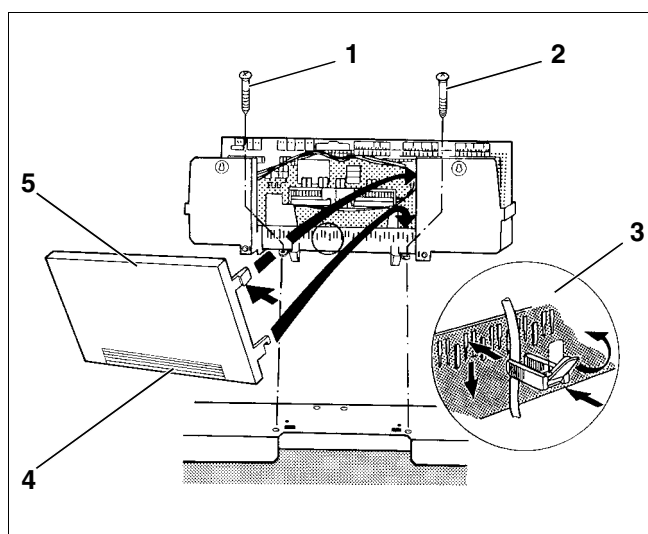

Fig. 24 Montagem do aparelho de regulação Logamatic 4311/4312
- Aparafuse a base do aparelho de regulação, no interior à direita e à esquerda da passagem de cabos, com 2 parafusos de chapa (fig. 24, **item 1 e 2**) à cobertura dianteira da caldeira.
Se necessário, destaque a peça destacável (fig. 24, **item 4**) na peça da parede traseira (fig. 24, **item 5**).
- Aplique as braçadeiras de cabos com o cabo de ligação inserido na estrutura da braçadeira e fixe o cabo virando a alavanca (fig. 24, **item 3**).
- Insira os dois ganchos inferiores à direita e à esquerda na parede traseira, com a fenda no bordo superior da estrutura da braçadeira (fig. 24).
- Comprima ligeiramente para dentro os dois ganchos elásticos de encaixe superiores (seta) e coloque a peça da parede traseira de modo a que os dois ganchos engatem (fig. 24).